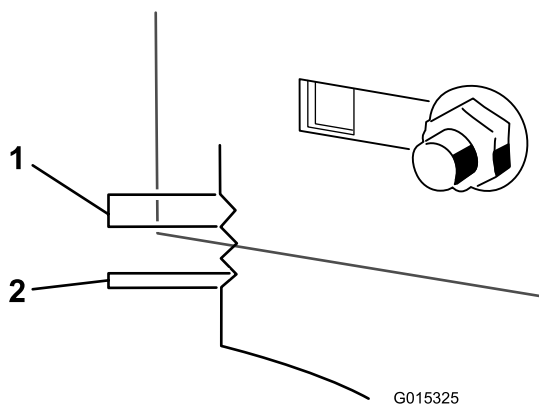

Figure 53
9. Utilisez les fentes du support soudé pour mesurer le réglage requis. La surface de chaque fente équivaut à 0,25 pouce, et un côté équivaut à 0,125 pouce (Figure 53). Réglez le tablier de coupe à la hauteur voulue.